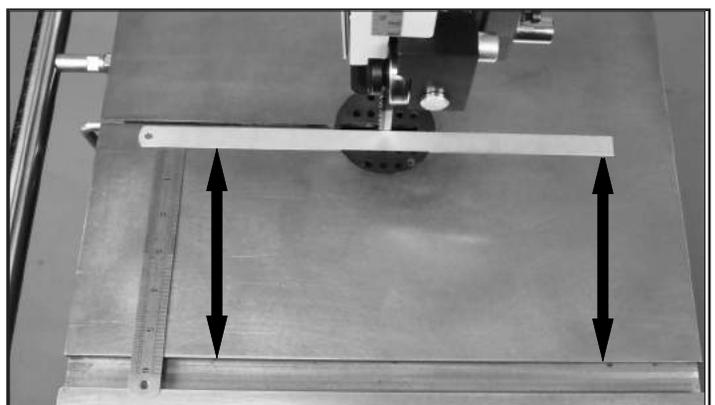

FIGURE 4
**REMARQUE :** Avant d'être fixée finalement en position, la table peut être légèrement déplacée, à gauche ou à droite. Vérifiez pour vous assurer que la fente du guide à onglets soit parallèle au côté de la lame de scie. Cela permettra de faire une coupe précise durant le débitage du matériel. Placez une règle mince en métal contre le côté de la lame de scie. Assurez-vous qu'elle ne touche pas les dents de la scie, qui peuvent faire replier la règle. Mesurez la distance d'une extrémité de la règle jusqu'à la fente du guide à onglets. FIG. 4. Ensuite mesurez la même distance de l'autre extrémité de la règle jusqu'à la fente du guide à onglets. Comparez ces deux mesures et faites pencher la table au besoin jusqu'à ce que les distances soient identiques.